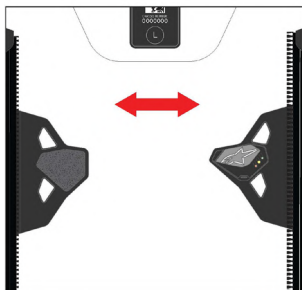

図13: システムの電源を切る方法;
システムをオフにしたままにするには、図13に示すように、フロントフラップ (3) を開いた状態にしてファスナーを閉じてください。保管、輸送、または出荷する際は常にこの状態でシステムを保持してください。
警告！ オートバイに乗っていないときは、システムを着用していても、図13に示すようにフロントフラップ (3) を開いてシステムをオフにしてください。システムは多くの非乗車の活動のために評価されたが、システムをつけられておよび/または活動的保つことは不必要な配置の可能性を高め、また電池を流出させる。